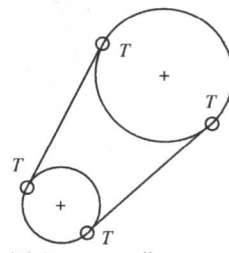

图 2-4 用“相切线”
(4)如果图形窗口内存在两个圆或圆弧,可以单击按钮以选择“相切线”命令。用鼠标左键依次选择两个圆或圆弧,生成与两圆弧相切的直线。相切的位置由选择圆弧时的鼠标单击点决定,如图 2-4 所示。